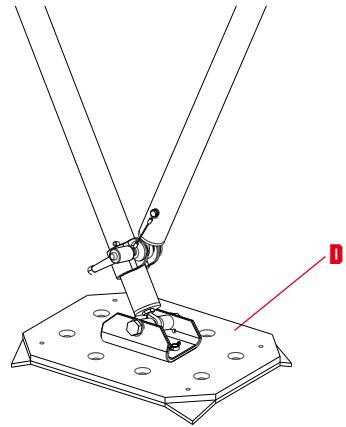

Abb. 4B
- Seite mit Haken für rauе, unregelmäßige oder weiche Oberflächen (Abb. 4B),